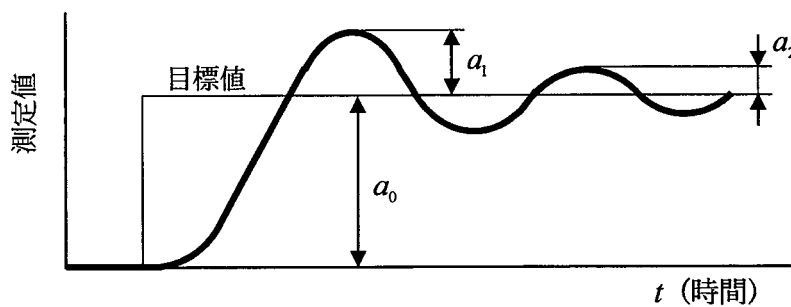

図2
3) 代表的な制御応答を図2に示す。ここで、行き過ぎ量や減衰比などの特性値が希望する値になるようにチューニングすることになる。なお、図で減衰比は 8 で表される。